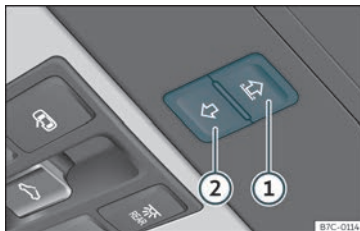

Fig. 90 No revestimento interior do teito: teclas da cortina parasol.
As teclas **fig. 90 1** e **2** teñen dous niveis. No primeiro nivel pódese abrir ou pechar total ou parcialmente a cortina parasol.
- *Cortina parasol:* antes de que transcorran aprox. 5 segundos dende a activación da función antiaprisionamento, prema a tecla»» fig. 90 Ⓢ ata que a cortina se peche completamente.